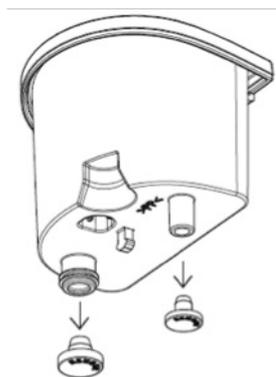

FIGURA 1
3. Retire la cubierta del nuevo cartucho antical (Figura 1).